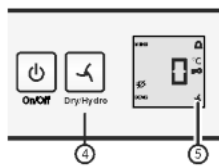

Fig. 3
► **hydro** einstellen: Taste dry/hydro Fig. 3 (4) drücken, bis das Symbol  angezeigt wird. Taste loslassen.
▷ Das Symbol dry/hydro Fig. 3 (5) leuchtet.
► **dry** einstellen: Taste dry/hydro Fig. 3 (4) drücken, bis das Symbol  erlischt. Taste loslassen.